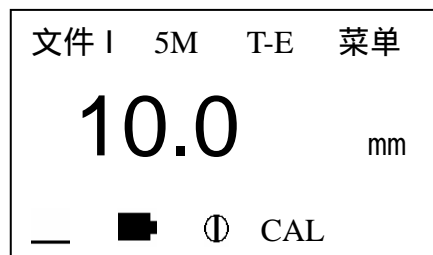

图 16
- e. 用 或 键将显示值调整到 10.00mm，如图 16：